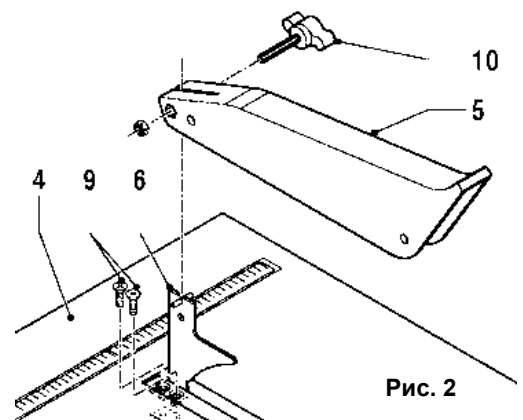

Рис. 2
- С помощью винтов прикрепите расклинивающий нож (6)(См. Рис.2) к столу (4).
- На расклинивателе (6) установить и зафиксировать винтом крепления верхний защитный кожух (5).
- Затяните фиксатор рукоятки (10)(См. Рис.2).